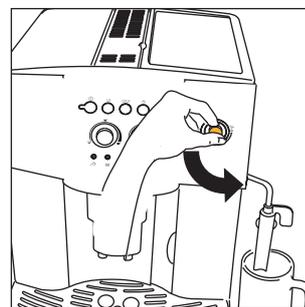
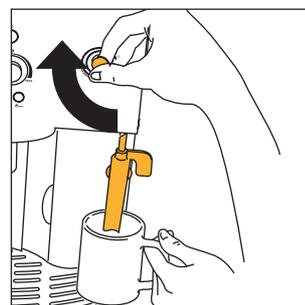
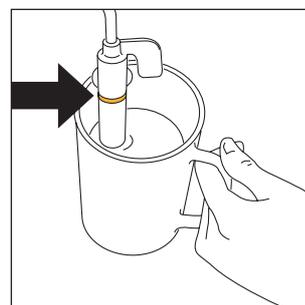

Fig.5
Fig. 23
Fig. 24
3. **IMMEDIATAMENTE DOPO, ENTRO MASSIMO 30 SECONDI** ruotare la manopola vapore in senso antiorario fino a fine corsa (fig.5) (è normale che la macchina diventi rumorosa).
- Ruotare la manopola vapore di mezzo giro in senso antiorario fino a fine corsa (fig. 5): l'acqua calda esce dal cappuccinatore e comincia a riempire il contenitore sottostante.
- **Subito dopo, entro massimo due minuti** (altrimenti la macchina ritorna automaticamente alla funzione caffè), immergere il cappuccinatore nel contenitore contenente il latte (fig. 23) facendo attenzione a non immergere la linea in rilievo sul cappuccinatore stesso (indicato dalla freccia di fig. 24). Ruotare la manopola vapore di mezzo giro in senso antiorario fino a fine corsa (fig. 5). (Attenzione a non scottarsi). Dal cappuccinatore esce il vapore che fa assumere un aspetto cremoso al latte e ne aumenta il volume. Per ottenere una schiuma più cremosa, immergere il cappuccinatore nel latte e far ruotare il contenitore con lenti movimenti dal basso verso l'alto. (Si consiglia di erogare vapore per non più di 2 minuti di seguito).
- Far defluire un po' di acqua o vapore per qualche secondo ruotando la manopola vapore in senso antiorario fino a fine corsa (fig. 5). Con questa operazione, il tubo vapore scarica l'eventuale latte che può essere rimasto al suo interno. **IMPORTANTE:** Per motivi di igiene si raccomanda di fare sempre questa operazione in modo da evitare che il latte ristagni nei circuiti interni del cappuccinatore.